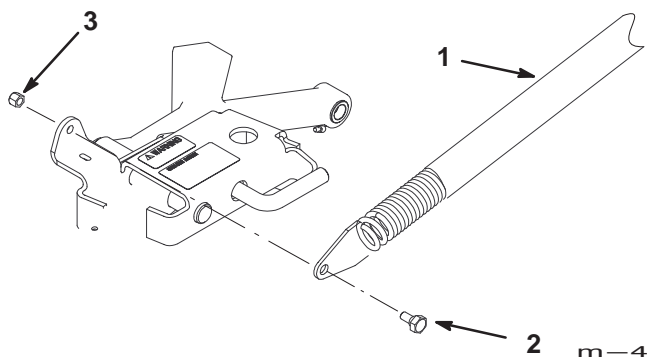

Figure 33
6. Fixez l'embout de ressort au bâti porteur à l'aide d'un boulon à épaulement (3/8 x 7/8 pouce (23 mm)) et d'un contre-écrou (3/8 pouce) (Fig. 33).